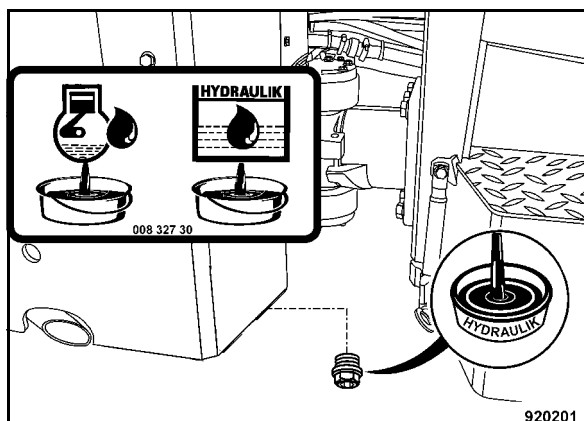

Fig. 128
- Svitare il tappo di chiusura a destra (Fig. 128) e far defluire completamente l'olio idraulico.